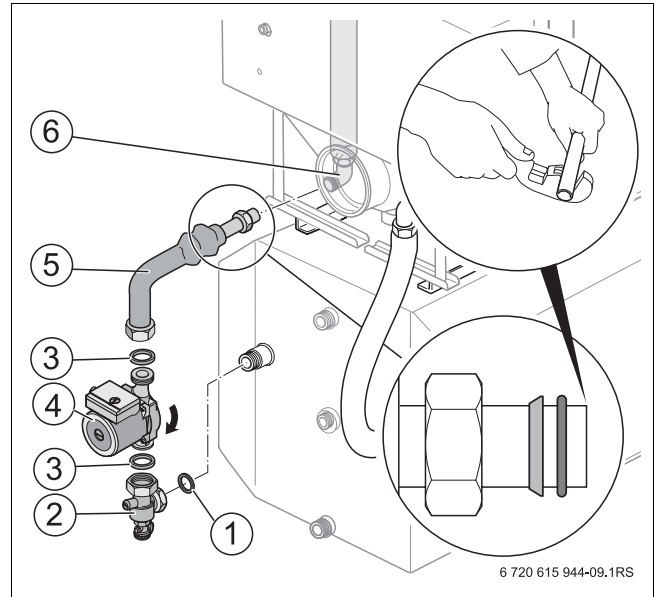

fig. 11 Instalar a ligação de avanço no acumulador de água quente
- Inserir a porca, o anel de fixação e o O-Ring no tubo horizontal [5]; o anel de fixação deverá estar então com o lado chafrado voltado para a porca (→ lupa na fig. 11).